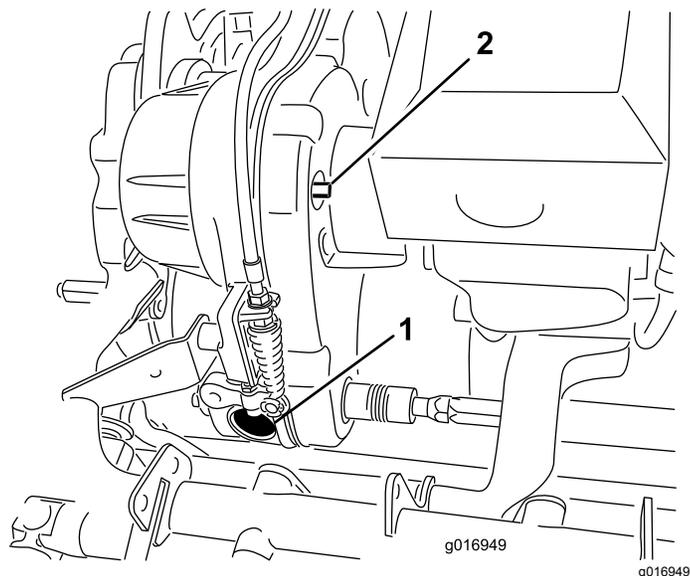
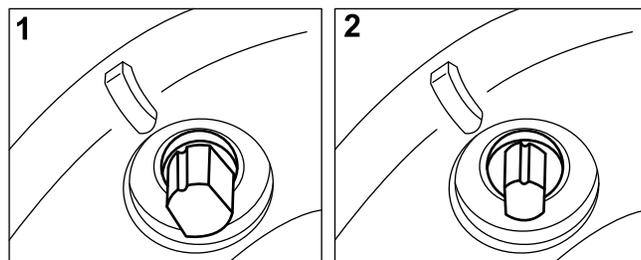

图46
图47
进行调整时从变速箱前面的检查孔中取出橡皮塞图46目视检查滚刀离合器。
传动带的张紧由弹簧加载怠轮皮带轮控制。如果必须接合/分离皮带张紧力请使用 9.5mm 扳手将接合/分离轴图46旋转到所需的位置。将轴顺时针旋转 1/4圈90° 可以使皮带张紧轮与传动带分离图47。
**注意** 要查看滚刀离合器请从变速箱前面的检查孔中取出橡皮塞(图46)。